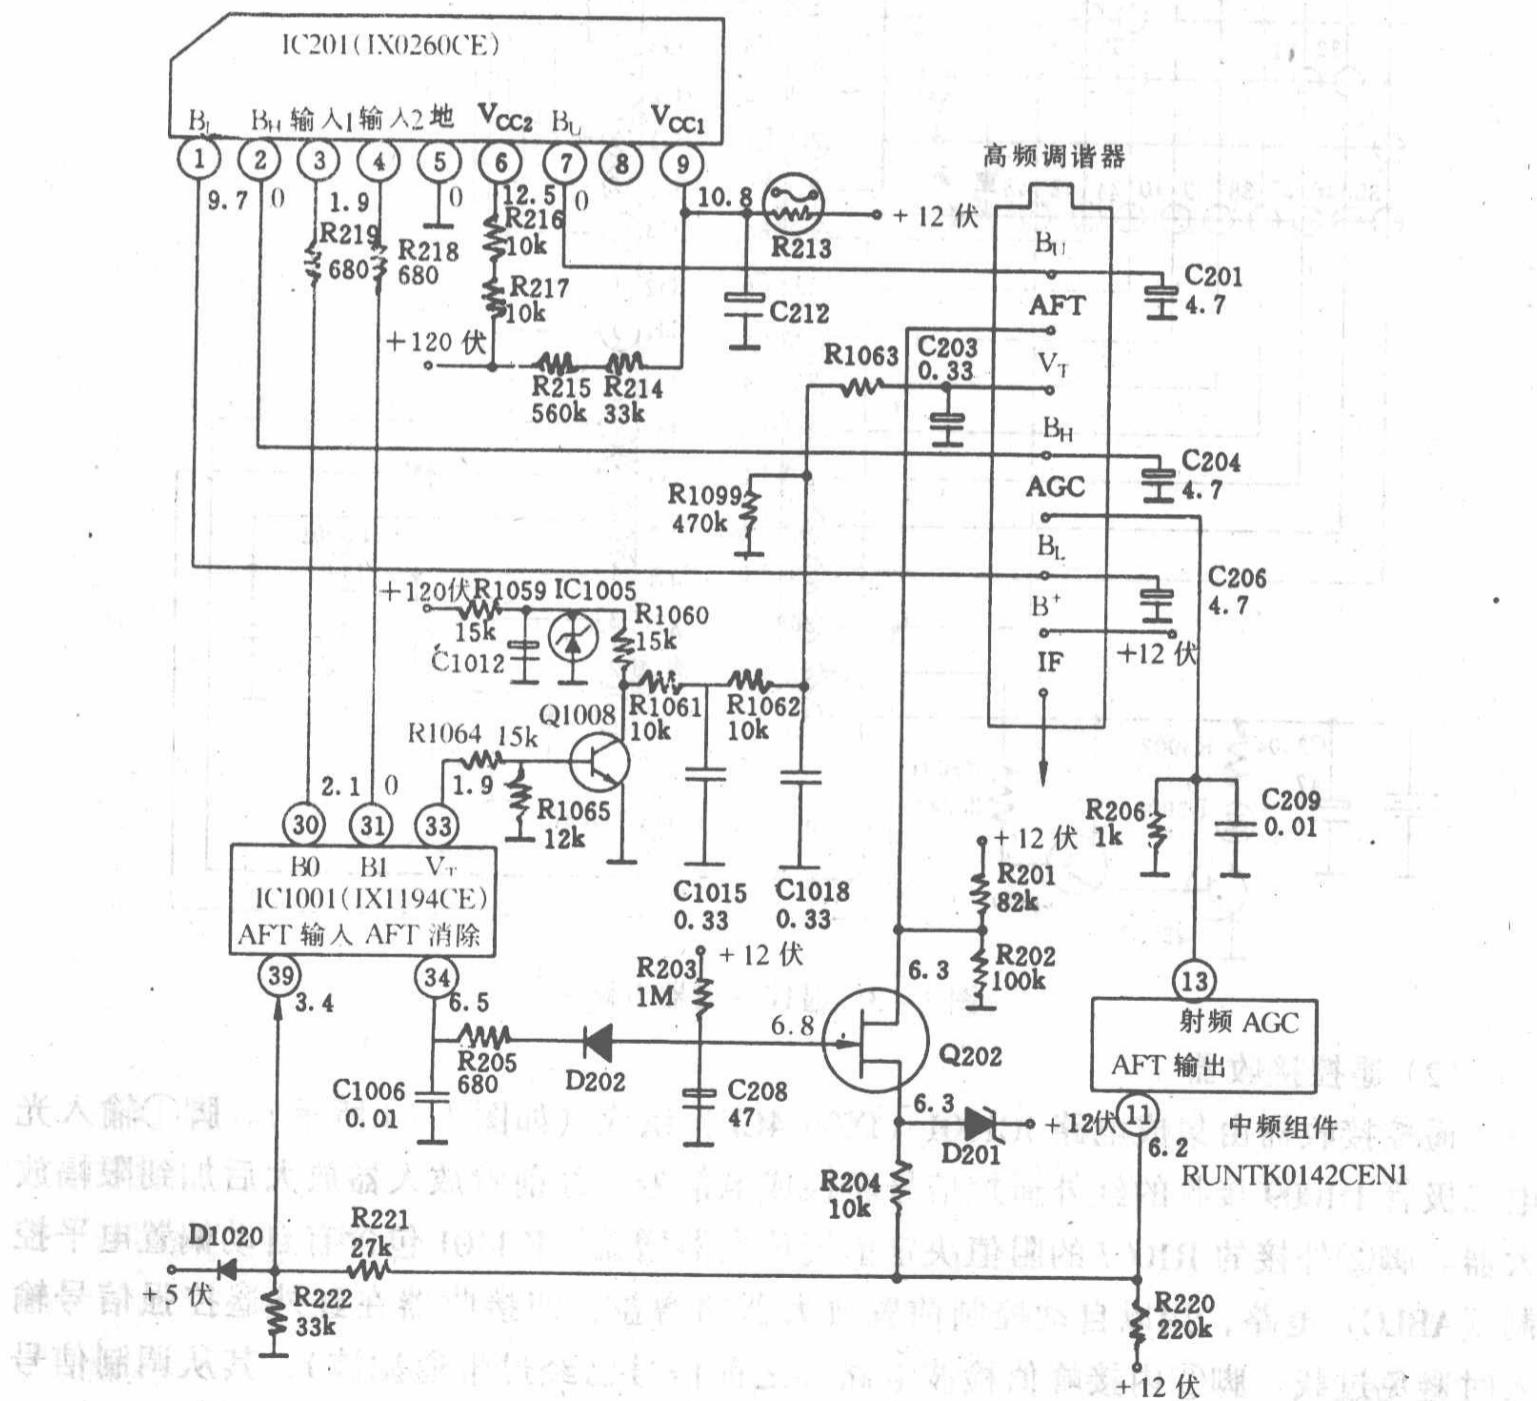

图 1-5 调谐/AFT 控制电路
调谐/AFT 控制电路如图 1-5 所示。
如图 1-5 所示，由 IF 组件 (RUNTK0142CENI) 脚⑪输出 AFT 直流控制电压，经场效应管 Q202 放大后送往高频调谐器的 AFT 脚。而 Q202 又受 IC1001 脚⑩控制。当脚⑩为 0 伏低电平时，由 D202 把 Q202 控制极偏压短路，使 Q202 截止，由 R201 和